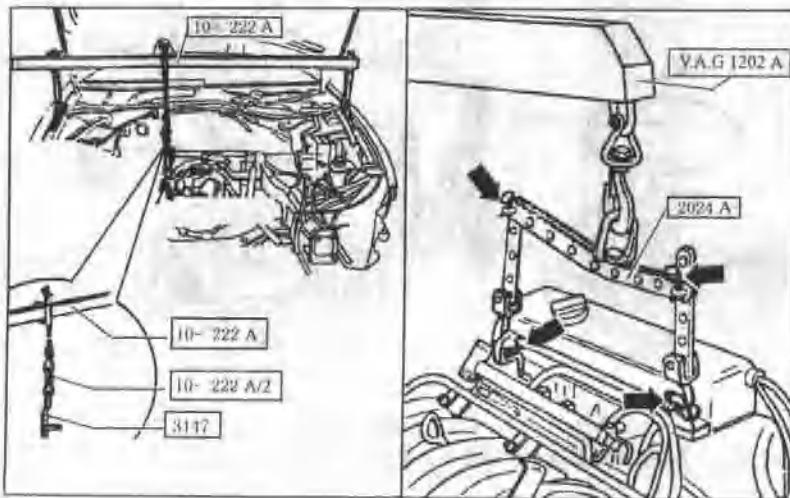

图1-1 吊装发动机
(1) 先记清无线电等设备的编码和查询防盗编码；然后才能关断点火开关，拆下蓄电池负极线，松开或断开所有电缆插头。
(2) 拆下防护底板和前保险杠；放掉防冻液，拆冷却管和真空管；拆下转向助力系统有关的部件，但不得打开液压油回路；拆卸带附件的固定支架；拆下驱动皮带；在不打开空调制冷剂回路的情况下拧下制冷管的固定夹，拆空调压缩机，并将其挂在车体上。
(3) 拆下起动机、前排气管和空滤器；拆下进气歧管罩盖；取下节气门的拉索滑轮和支座处的节气门拉索（不要把插槽与支座分离）；因燃油路有压力，应在松开处放置抹布，以防燃油飞溅。
(4) 拆下发动机上部左右两边支承的固定螺母；如图1-1所示，用小吊车V.A.G1202A把发动机和变速箱稍微升起，拆下与变速器（自动变速器的变扭器）的螺栓螺母；把吊钩10-